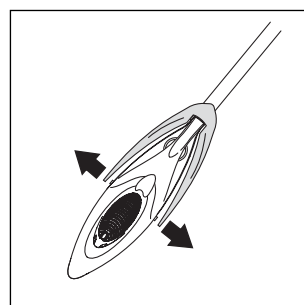

Fig. 10
- e, de seguida, desencaixar os dois pontos de fixação (fig. 10).